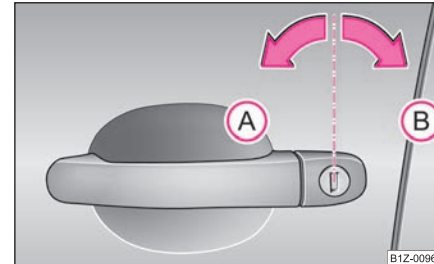

Fig. 26 Giros de llave para abrir y cerrar
- Gire hacia la izquierda la llave en la cerradura de la puerta del conductor a la posición de apertura **A** ⇒ fig. 26.
- Gire hacia la derecha la llave en la cerradura de la puerta del conductor a la posición de cierre (B) ⇒ página 39, fig. 26.